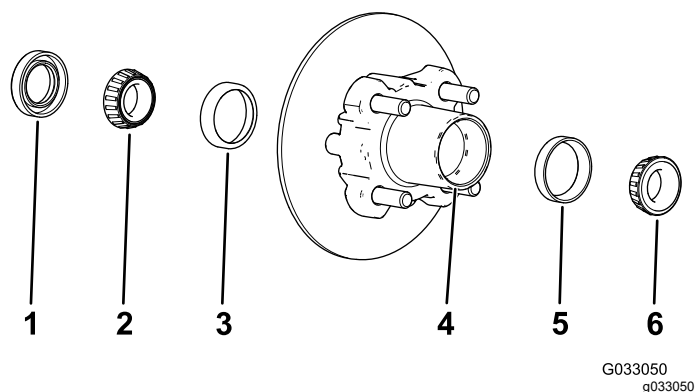

Figura 27
1. Retire el cojinete exterior y el anillo de rodadura del cubo (Figura 27).
2. Retire la junta y el cojinete interior del cubo (Figura 27).
5. Limpie el hueco del cubo para eliminar cualquier resto de grasa, suciedad y residuos (Figura 27).
7. Llene el hueco del cubo hasta un 50-80% de su capacidad con grasa del tipo especificado (Figura 27).
8. Monte el cojinete interior sobre el anillo en el lado interior del cubo e instale la junta (Figura 27).